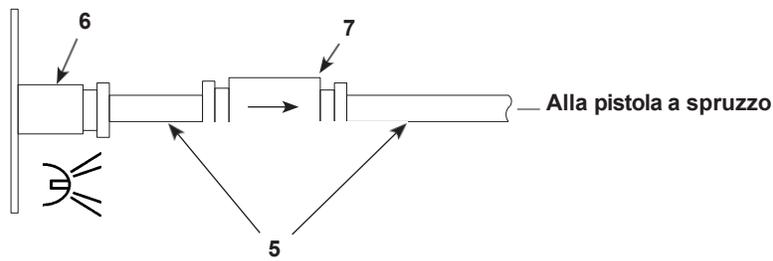

Figura 4 Valvola di controllo del flusso e collegamento del tubo di lavaggio dell'aria
- a. Collegare il tubo nero da 6 mm (4) al raccordo a sgancio rapido dell'aria di spurgo.
- b. Vedere la Figura 4. Collegare il tubo trasparente da 4 mm (5) e la valvola di controllo del flusso (7) forniti con il sistema al connettore di lavaggio dell'aria (6) sul controller della pistola a spruzzo, come illustrato.